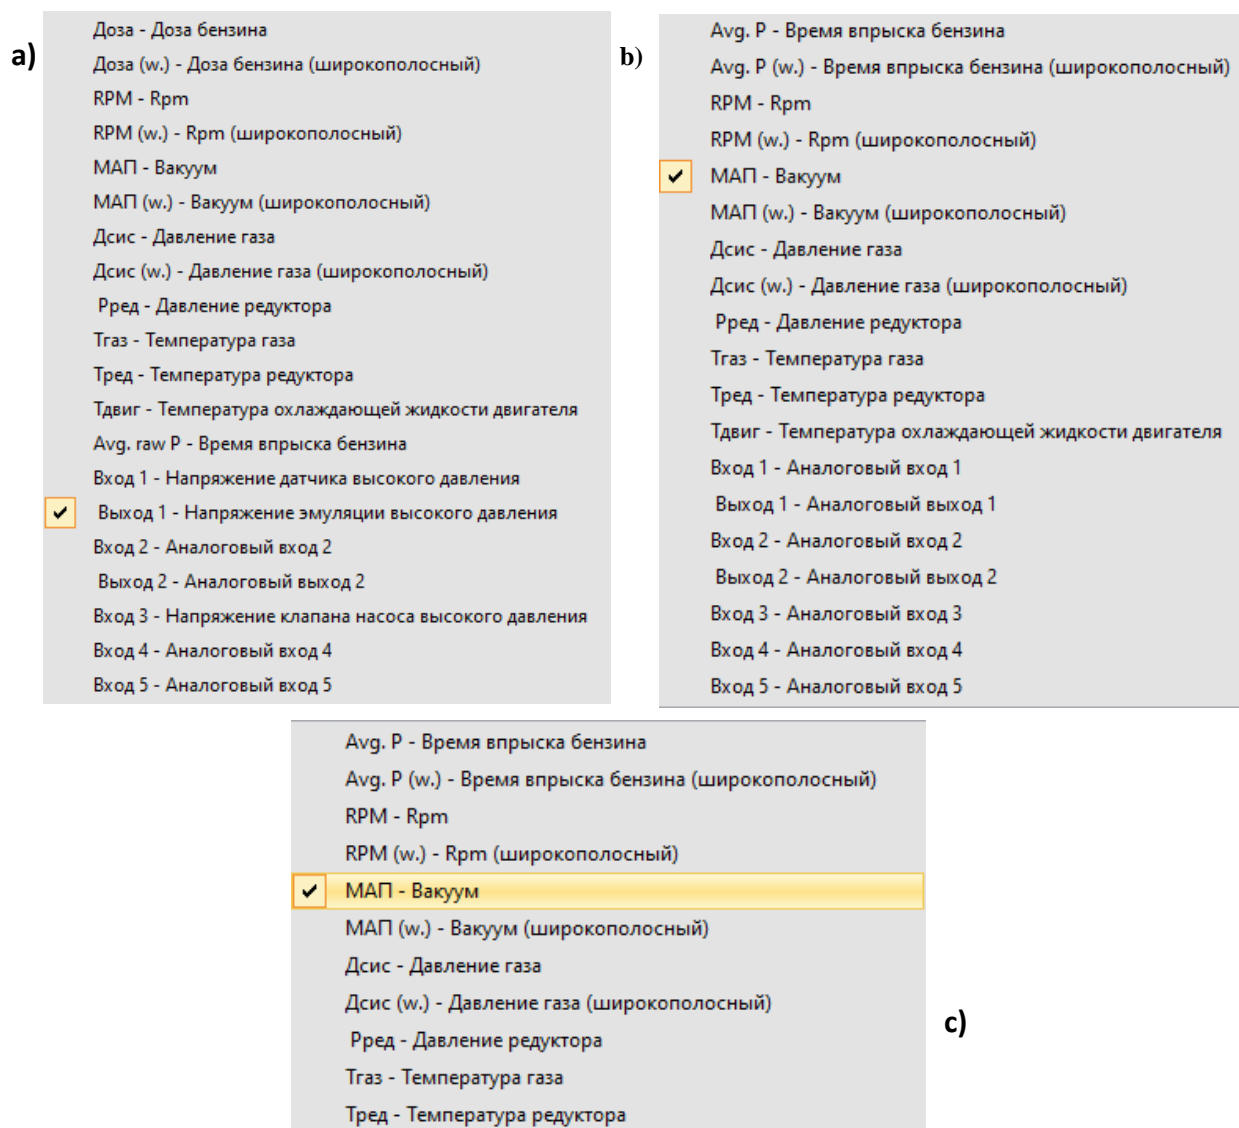
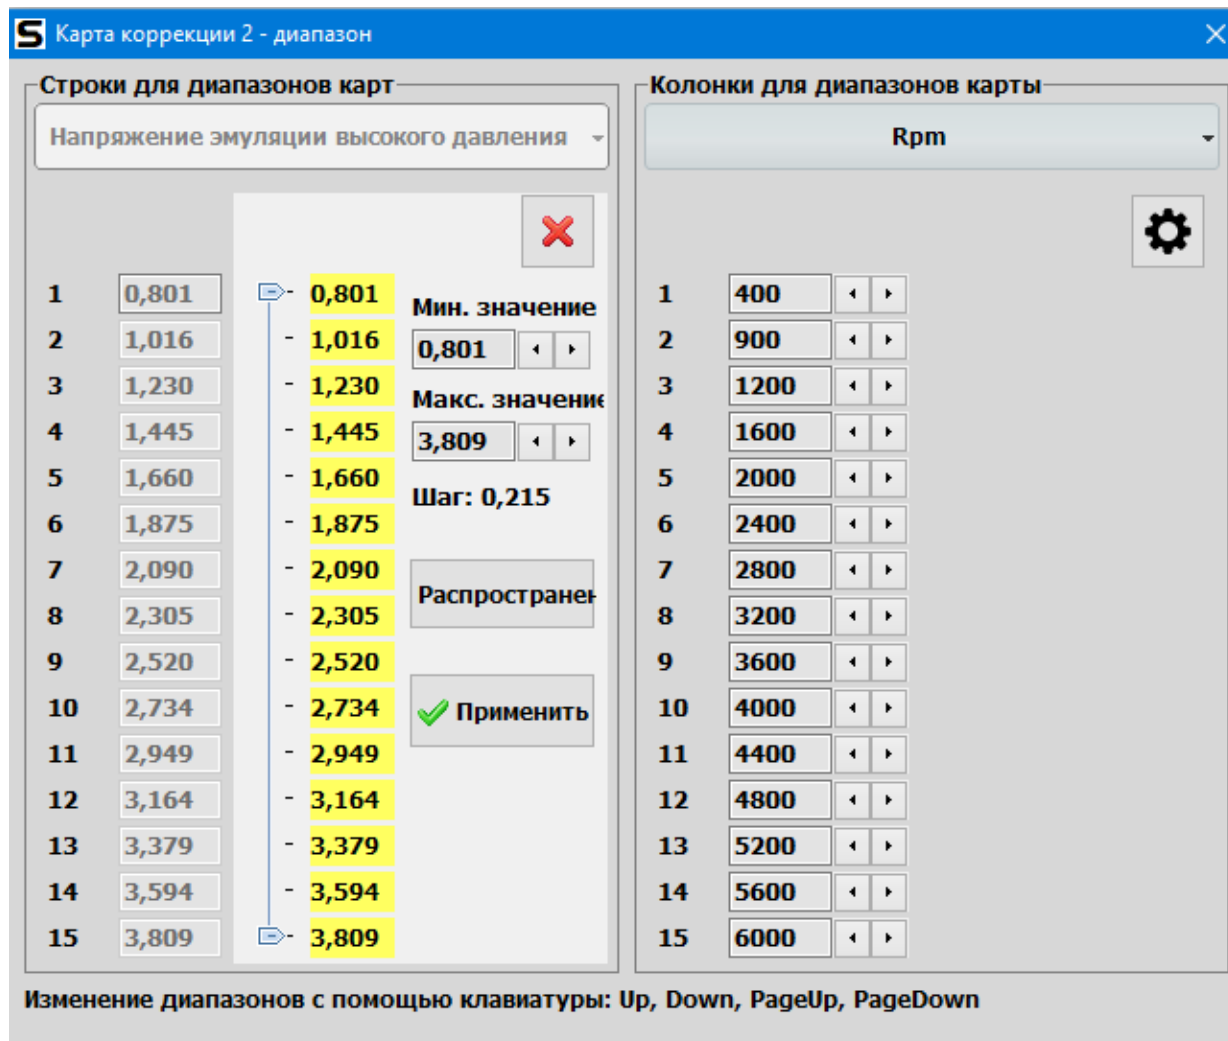

Рис. 2.82 Выбор параметров карты коррекции для контроллера впрыска а) DIRECT, б) MAX, в) SUN
Рис. 2.83 Изменение диапазонов карт коррекций
параметр из выпадающего списка (**Рис. 2.82**). Нажав на значок шестеренки в окне диапазонов, мы можем изменить диапазоны значений выбранного параметра (**Рис. 2.83**). Большим упрощением при оптимальном выборе значений является опция «Распределить», которая вычисляет промежуточные значения между заданными значениями мин. и макс. Нажмите кнопку Применить, чтобы подтвердить изменение значения.
- **Диапазоны** – окно выбора значений и диапазонов столбцов и строк (Рис. 2.82, Рис. 2.83).